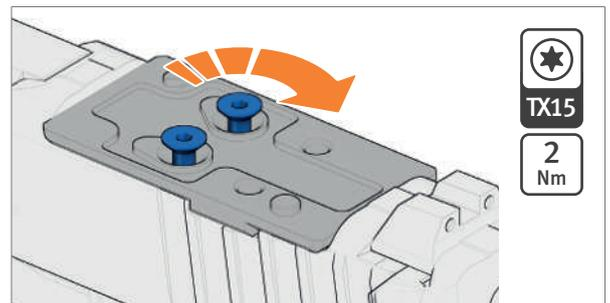

Abb. 43: Schrauben festziehen
5. Schrauben festziehen bis das Drehmoment erreicht ist (Abb. 43).